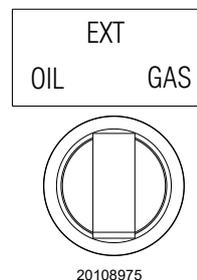

Fig. 31
- Sélectionner le combustible en mettant le sélecteur (Fig. 31) sur «OIL».